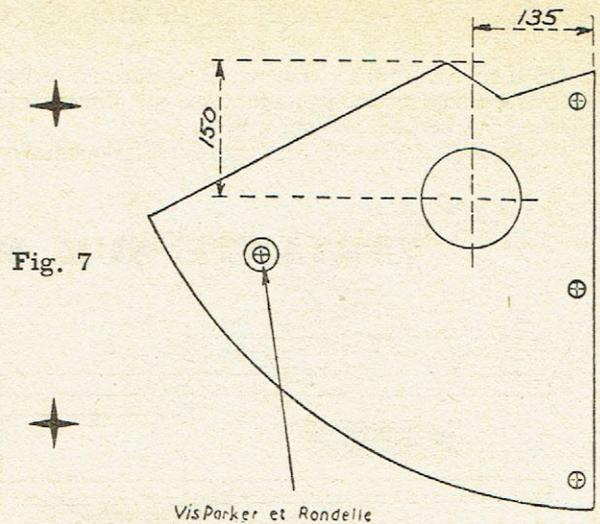

Fig. 7
a) Démonter le panneau en carton droit, percer un trou de 150 mm aux cotes indiquées figure 7 (un gabarit papier fourni avec l'ensemble rendra la tâche très facile).
d) Remettre le panneau en place en le consolidant à l'aide d'une vis Parker et une grande rondelle (voir fig. 7).